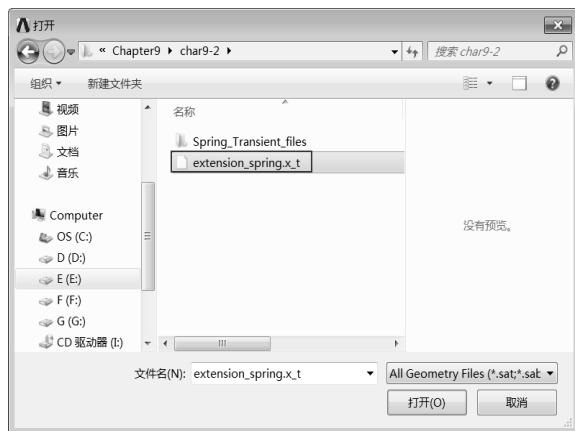

图 10-47 选择文件
Step2 :选择文件路径,如图 10-47 所示,选择文件 extension_spring.x_t,并单击“打开”按钮。